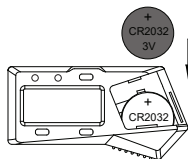

fig.2
- Coloque a bateria CR2032 no compartimento da bateria, o lado positivo da bateria (+) deve estar voltado para fora (fig. 2)